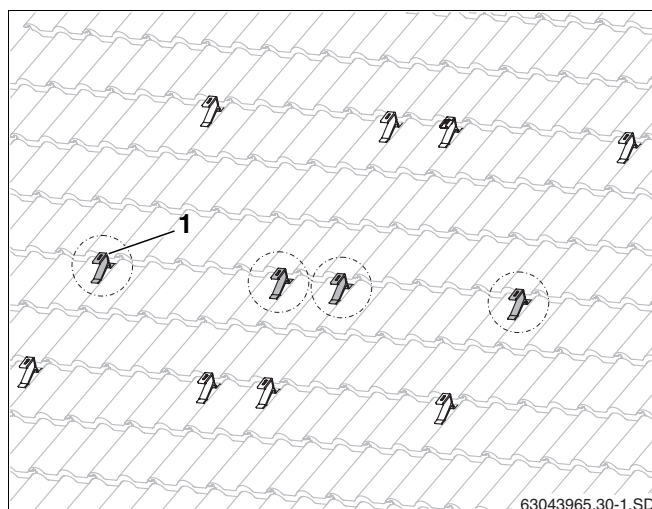

Fig. 28 Ganchos de tejado adicionales para el perfil de soporte de carga de nieve (aquí: para dos colectores)
- Monte el gancho de tejado adicional (fig. 28, **pos. 1**) centrado entre los ganchos superior e inferior ya montados.